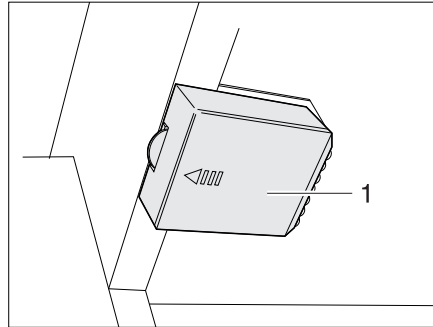

Bild 298 Kleiderschrankleuchte mit LED, Batteriefach geschlossen
- Deckel (Bild 298,1) in Pfeilrichtung aufschieben.